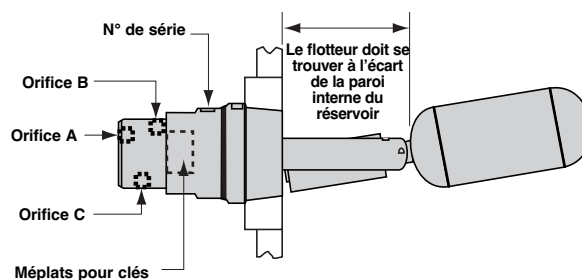

Figure 1
1. Veiller à ce que la longueur et le diamètre intérieur du piquage soient dimensionnés correctement pour permettre le déclenchement du contacteur aux niveaux prévus. Voir la **Figure 1**.
6. Raccorder les lignes d'arrivée, de sortie et d'échappement d'air aux orifices filetés 1/4" NPT appropriés en fonction de l'action requise pour la vanne. Voir la **Figure 1** et le **Tableau 1**.
- Utiliser uniquement les méplats pour clés de 2" pour installer ou déposer l'appareil. Voir la **Figure 1**. L'utilisation de toute autre surface risquerait de modifier l'étalonnage. Le corps de la vanne est étalonné et verrouillé en usine.